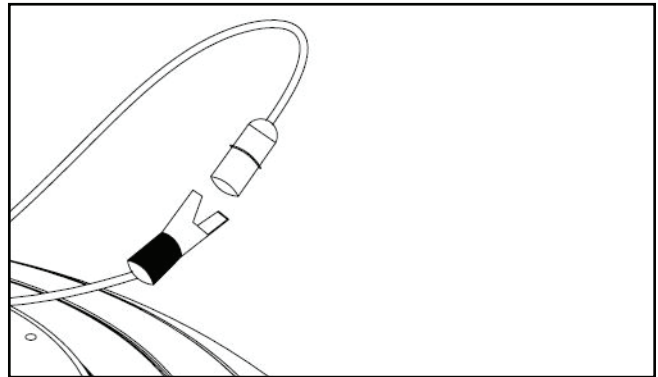

Figura 2.
2. Conecte el circuito de carga del paquete de baterías. (Figura 2)